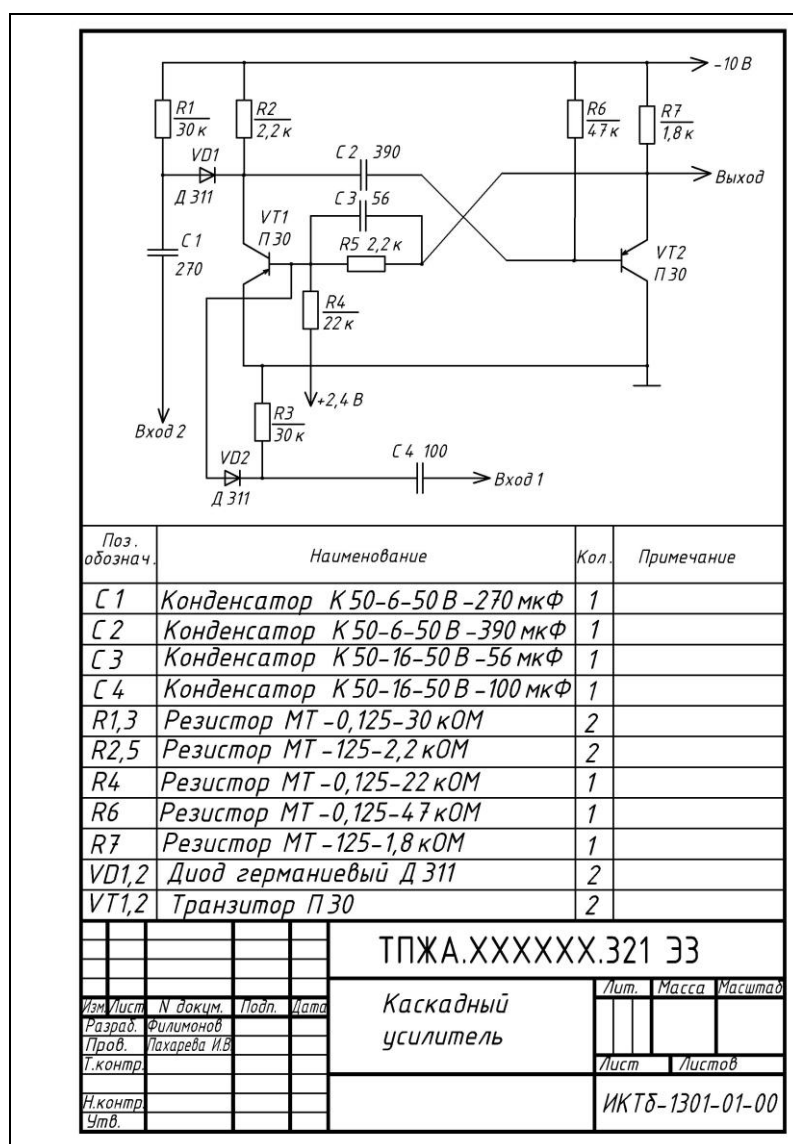

Рис. 14 Схема электрическая принципиальная
1) выполнить по индивидуальному варианту чертёж схемы электрической принципиальной, совмещённый с перечнем элементов, согласно требованиям (рис. 14).